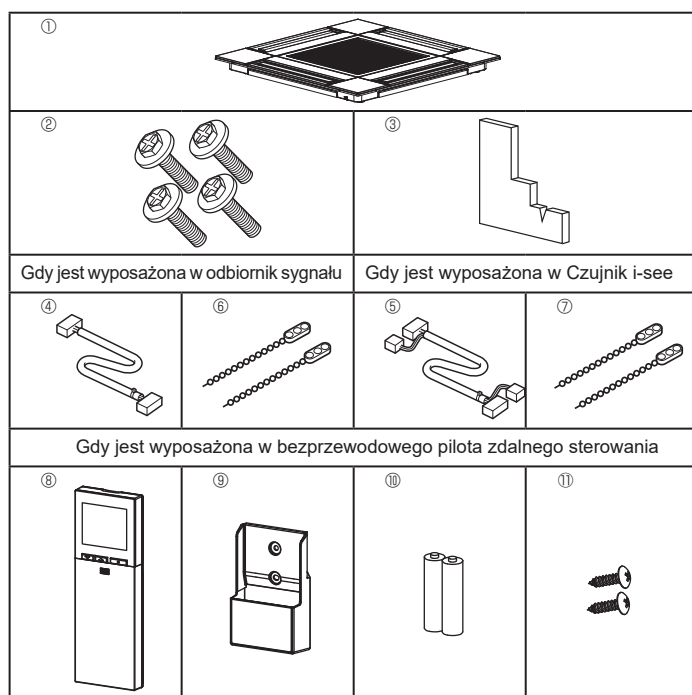

Fig. 10-1
10.1. Sprawdzić akcesoria kratki (Fig. 10-1)